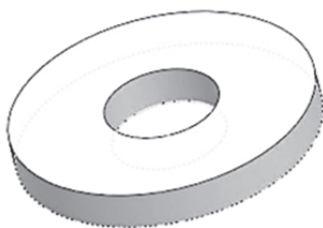

Рисунок 6.3
3. Выделите в дереве конструирования построенный эскиз, перейдите на кладку «Элементы» и выберите команду «Вытянутая бобышка/основание». На панели свойств задайте величину выдавливания **10 мм** (рис. 6.3).